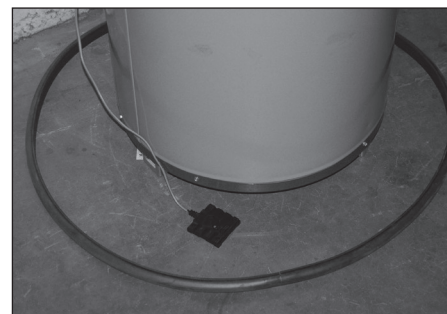

Figure 3
4. Installer la plaquette du détecteur d'eau sous le chauffe-eau avec la carte de circuit imprimé verte en bas. La plaquette du détecteur d'eau doit reposer à plat sur le sol ou dans le bac de récupération. Acheminer le câble de connexion vers l'unité de contrôle et insérer le connecteur de verrouillage dans la carte de circuit imprimé. **Figure 3**